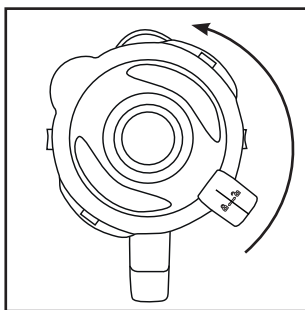

Fig. 1
- 2) Fjern låget **2** ved at dreje det mod uret i retning af position ↷ (se fig. 1), indtil du kan tage det af oppefra.